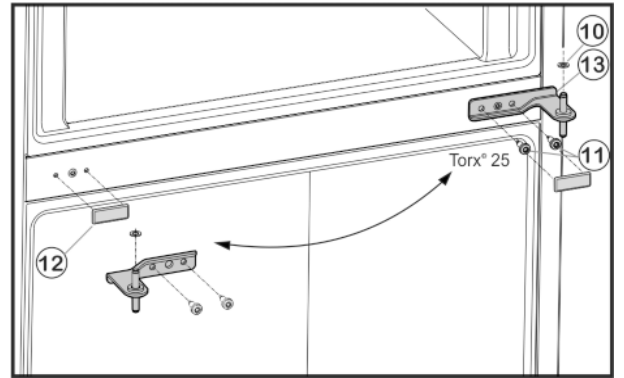

Fig. 6
- ▶ Irrota kiinnitysruuvit Fig. 6 (11) (2 kertaa Torx® 25) ja vedä keskellä oleva laakerijalusta pois alaovesta.
- ▶ Ota muovilevy Fig. 6 (10) pois.
- ▶ Vedä suojus Fig. 6 (12) varovaisesti irti.
- ▶ Aseta suojus Fig. 6 (12) uudelleen vastakkaiselle puolelle.
- ▶ Aseta keskellä oleva laakerijalusta *Fig. 6 (13)* 180° käännettynä alempaan oveen ja kiinnitä se kiinnitysruuveilla *Fig. 6 (11)* (2 kertaa Torx® 25) uudelle saranapuolelle (**kiristysmomentti 4 Nm**).
- ▶ Aseta muovilevy *Fig. 6 (10)* takaisin paikalleen.
- ▶ Aseta ylempi ovi keskellä olevan laakerijalustan *Fig. 6 (13)* päälle.